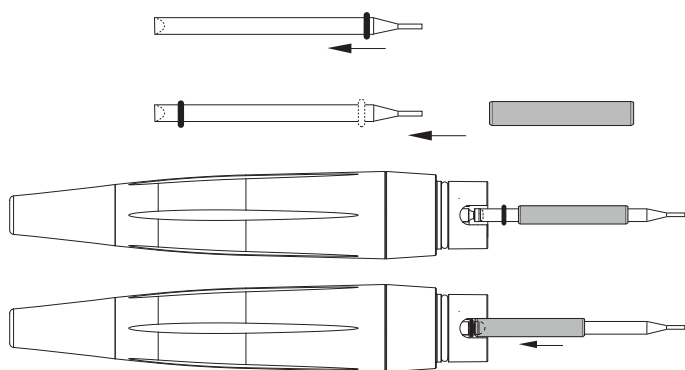

Bild 6 Underhåll av handenheten
- Byt ut packnings-O-ringen om den är skadad eller sliten, dock minst en gång per år. O-ringen sitter invändigt i den bakre delen. Använd det svarta verktygssetet vid utbytet (se bild 6).